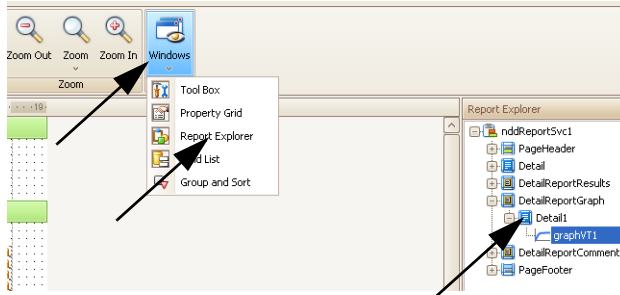

Abb. 12-8 Softkey Windows, Report Explorer, Detail Report Graph
- Wählen Sie **Windows** und danach **Report Explorer** (Abb. 12-8).
- Wählen Sie **Detail Report Graph** (Abb. 12-8).
- Klicken Sie auf den kleinen Pfeil rechts im Fenster „Detail Report Graph“ (Abb. 12-8).